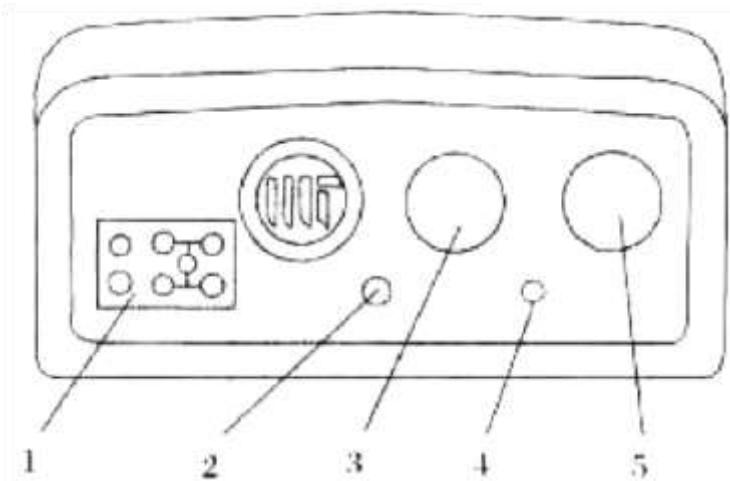

Рис. 2.2. Панель приборов и освещения.
2.2.1. Показания давления масла (рис. 2.2., 2.3.)
2.2.2. Датчик температуры воды (рис. 2.2., 2.3.)
2.2.4. Включатель освещения (рис. 2.2., 2.3.).
2.2.5. Переключатель сигналов поворота (рис. 2.2., 2.3.)